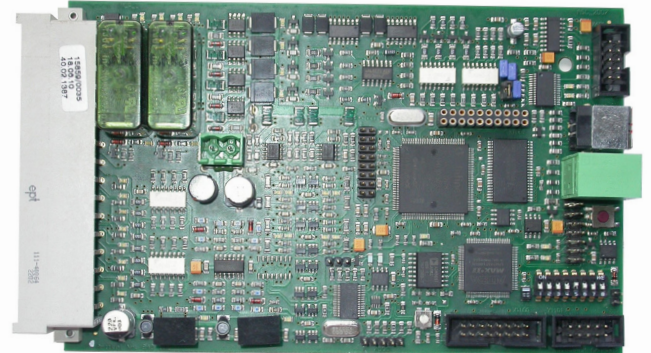

Figura 5: Placa del controlador de ejes
- Pulsar el botón Reset 1 en la placa y mantenerlo presionado. (Véase la figura 5)